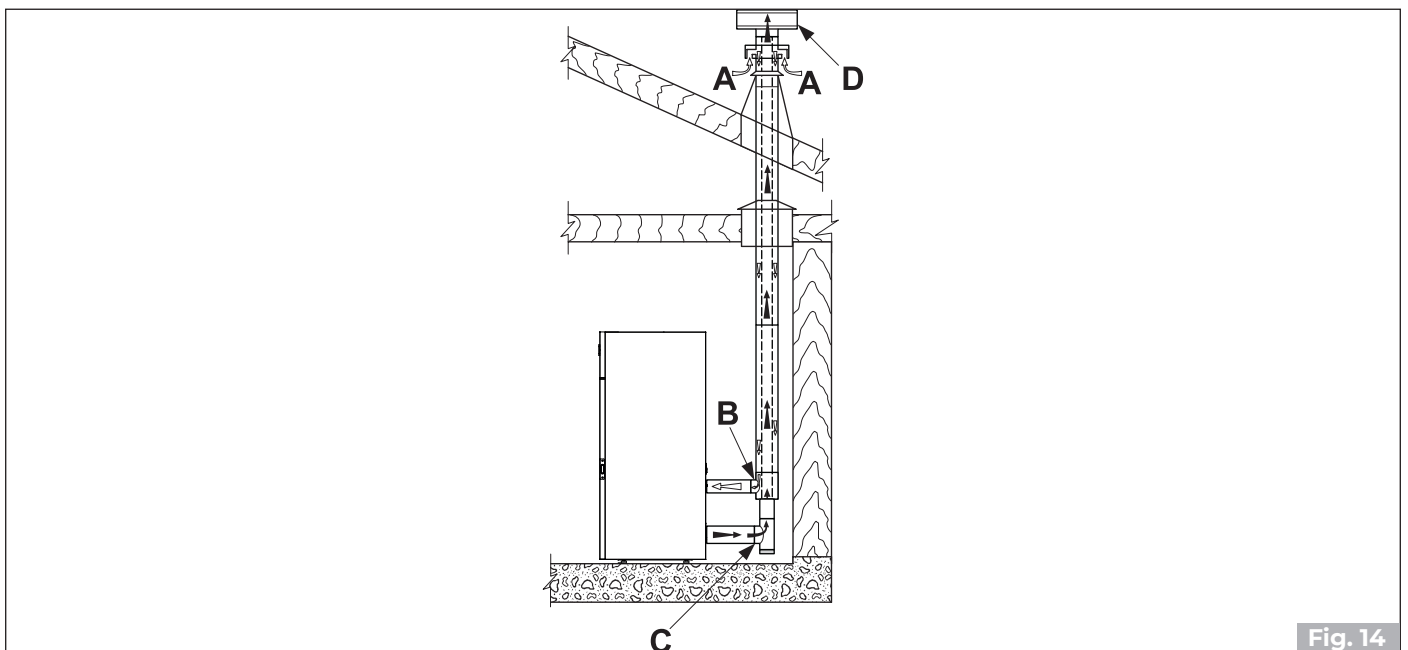

Fig. 14
- direkt von außen mit direktem Anschluss an die Brennkammer kommen (**Fig. 14**);
- Ableitung der Verbrennungsluft mit Hilfe eines coaxialen Abgasrohrs für den Abzug der Abgase und den Lufteintritt (**Fig. 14** - **A, B** = Lufteinlass, **C, D** = Abgasauslass); daher ist es nicht notwendig, einen klassischen Lufteinlass in den Raum vorzunehmen.